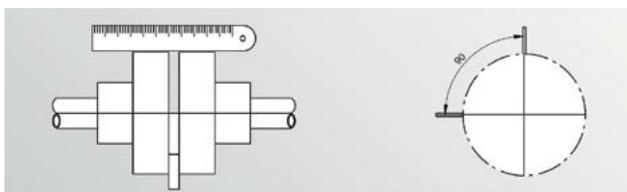

Figura 8 - Verificación de las holguras axial y radial en el acoplamiento.
1. Para verificar la alineación radial, use una regla metálica, conforme la Figura 8. Asiente la regla en el acoplamiento en su sentido longitudinal y vea sino hay el paso de luz entre la regla y el acoplamiento. La holgura radial máxima permitida es de 0,2 mm. Para alinear el conjunto, si es necesario, suelte los tornillos que fijan el motor en la base y calzarlos. Después de apretar los tornillos de fijación del motor en la base, verifique nuevamente la alineación.
2. Usando un calibrador de láminas, vea la holgura axial del acoplamiento cada 90°, conforme la Figura 8.